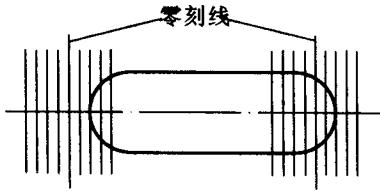

图1-14 直接读数法
(1)直接读数法 水准器气泡在中间位置时读作零。以零刻线为基准,气泡向任意一端偏离零刻线的格数,就是实际偏差的格数。一般在测量中,都是由左向右进行测量,把气泡向右移动作为“+”,反之则为“-”。如图1-14所示为+2格偏差。